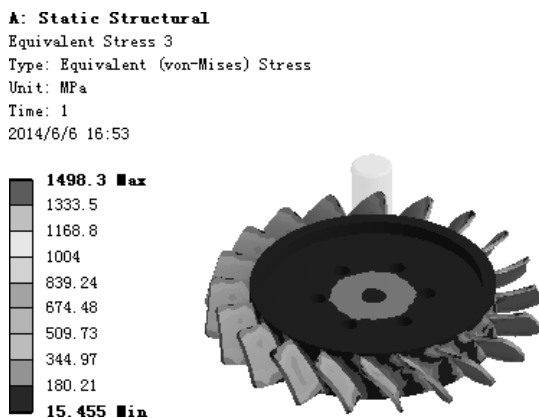

图 7.6.15 应力结果图解 (fly-wheel)
(5) 查看 fly-wheel 应力结果图解。在“Outline”窗口中选中  **Equivalent Stress 3**，查看图 7.6.15 所示的零件 fly_wheel 的应力结果，其最小应力为 15.455 MPa，最大应力为 1498.3 MPa。